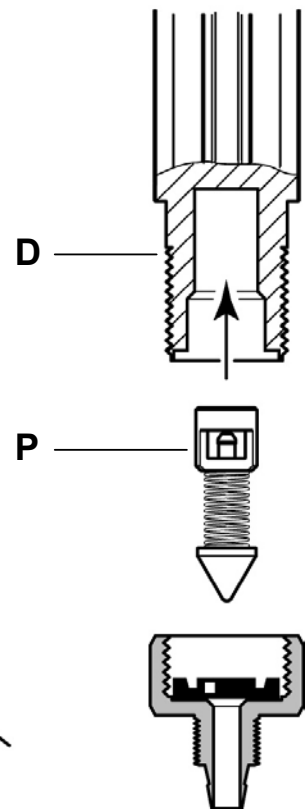

Abb. 13
- Dessen verschiedene Einzelteile gründlich mit Wasser abspülen und in der Reihenfolge der Zeichnung wieder zusammenbauen, und zwar mit der Lippe der Dichtung zum Saugventil hin und der Dichtung genau in der Mitte der schwarzen Mutter (**Abb. 13**).
- Wiedereinsetzen des Saugventils (**Abb. 13-P**) in den Dosierkörper (**Abb. 13-D**), es dabei bis an den Anschlag drücken, und prüfen, ob die Rückholfeder funktioniert.